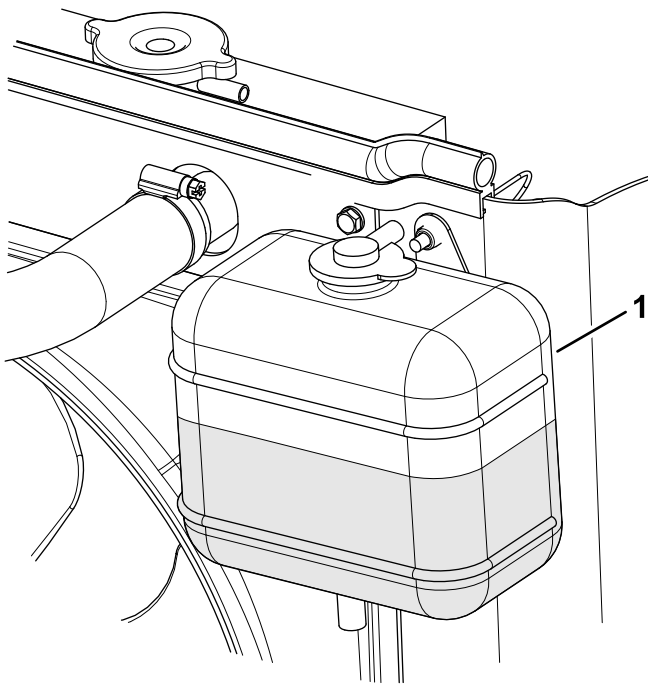

Bild 78
3. Prüfen Sie den Kühlmittelstand im Ausdehnungsgefäß (Bild 78).